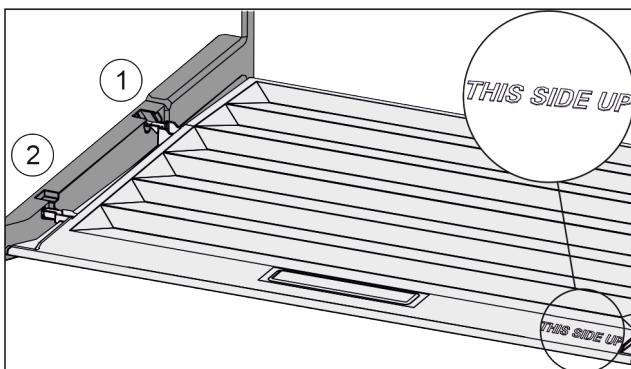

Fig. 35
- Пъхнете шийките на капака през отвора в задния държач Fig. 35 (1) и фиксирайте отпред в държача Fig. 35 (2).